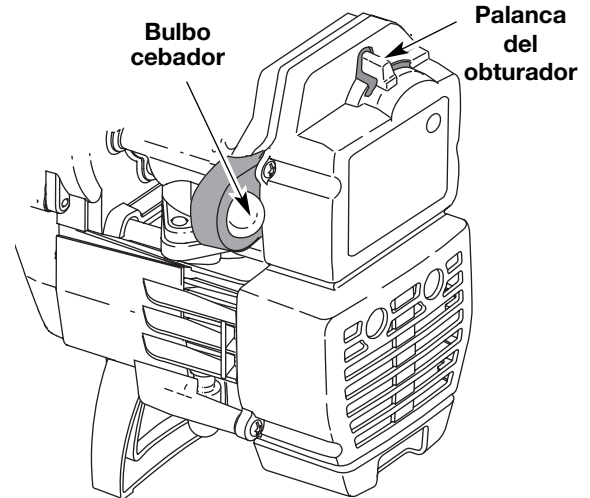

Fig. 8
3. Oprima completamente el cebador y suéltelo 10 veces. Hágalo lentamente. Se deberá ver un poco de combustible en el cebador y en las tuberías de alimentación de combustible (Fig. 8). Si no puede ver el combustible en el cebador, oprímalo y suéltelo tantas veces como sea necesario hasta que vea combustible en el mismo.
4. Coloque la palanca azul en **Posición 1** (Fig. 8).
9. Una vez que se haya calentado el motor, coloque la palanca azul del obturador en la **Posición 3** (Fig. 8). La unidad está lista para usarse.
SI... El motor titubea, regrese la palanca del obturador a la **Posición 2** (Fig. 8) y siga calentándolo.